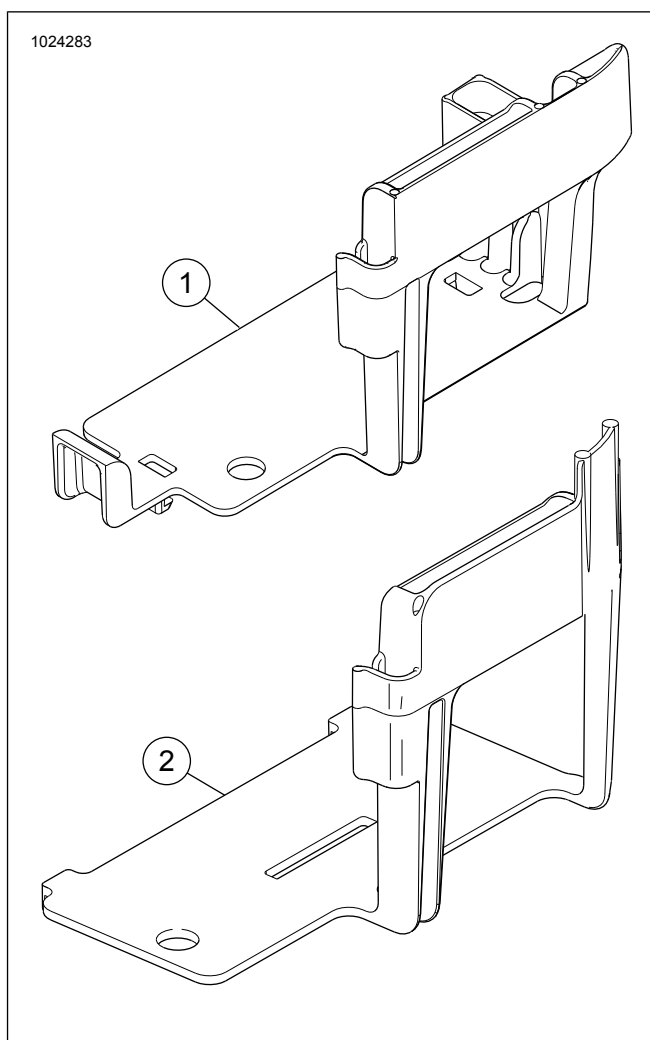

Figura 27. Cutia bateriei Softail nemodificată
4. Consultați Figura 27. Scoateți cutia bateriei. Consultați manualul de service.